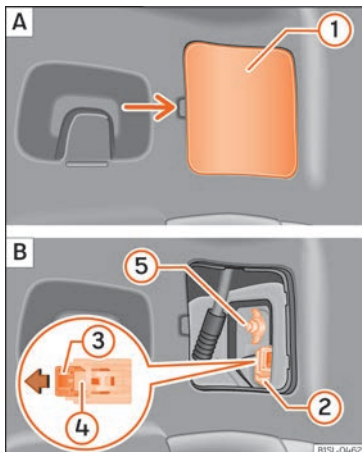

Fig. 52 Al lateral del maleter: desmuntar el grup òptic posterior.
- Retireu la coberta (1) amb cura fent palanca »» fig. 52 [A].
- Estireu el bloqueig (3) al connector (2) en la direcció de la fletxa »» fig. 52 [B]. Per fer-ho, ajudeu-vos del tornavís de les eines de bord.
- Pressioneu l'encast (4) i extraieu el connector (2) »» fig. 52 [B].
- Desenrosqueu la rosca de papallona (5) »» fig. 52 [B].
- Agafeu amb una mà el llum posterior en la posició de muntatge i caragoleu fixament la rosca de papallona amb l'altra mà (5) »» fig. 52 [B].
- Inserir el connector (2) al portabombetes i pressioneu el bloqueig (3) al connector en la direcció contrària a la fletxa »» fig. 52 [B].